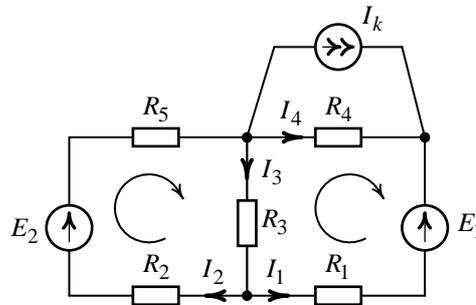

Рис. 1
Определить токи в ветвях цепи (рис.1) методом непосредственного применения законов Кирхгофа, если $E_1 = 75 \text{ В}$, $E_2 = 15 \text{ В}$, $I_k = 0,4 \text{ А}$, $R_1 = 24 \text{ Ом}$, $R_2 = 12 \text{ Ом}$, $R_3 = 32 \text{ Ом}$, $R_4 = 14 \text{ Ом}$, $R_5 = 16 \text{ Ом}$.
1. Система уравнений, составленная по законам Кирхгофа, для расчета цепи (рис. .1) имеет вид